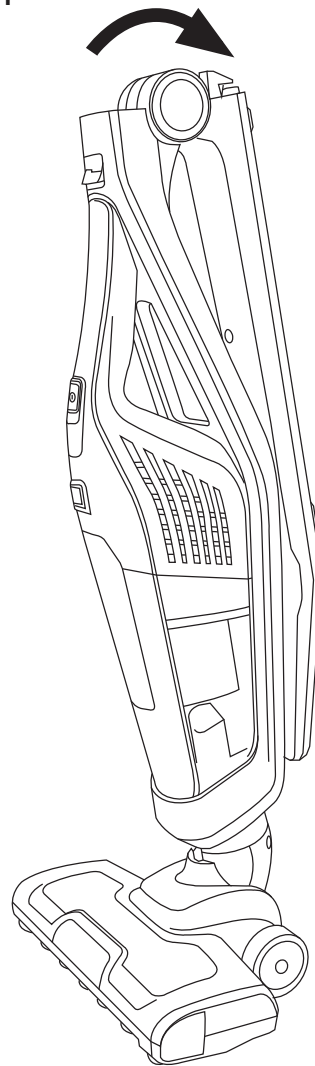

Fig.3b
- Zamocować zbiornik z wodą w tylnej części nakładki odkurzacza aż usłyszymy "kliknięcie", następnie nacisnąć przycisk aby otworzyć dopływ wody (Fig. 3b).